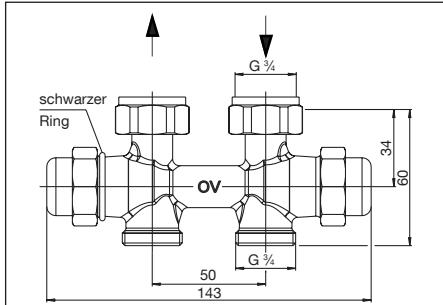
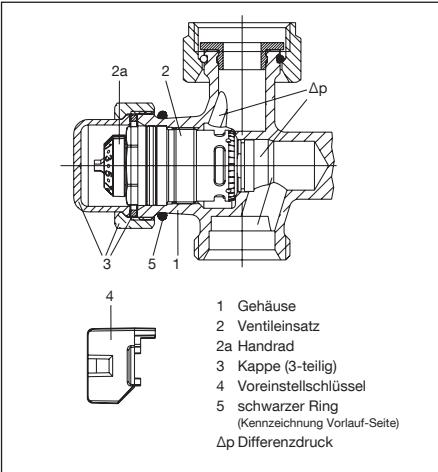
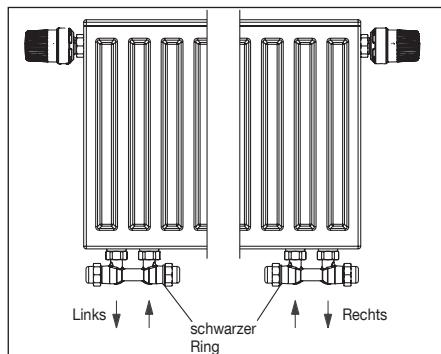

Abb. 3 Durchgang
Abb. 5 Aufbau Durchflussregler
Abb. 6 Zuordnung der Ausführung links / rechts
Mit angeschlossenem Messgerät wird der anstehende Differenzdruck am Ventilgehäuse gemessen. Hierzu muss zunächst die Kappe (Pos. 3, Abb. 5) abgeschraubt werden, dann der Ventileinsatz (Pos. 2, Abb. 5) mittels „Demo-Bloc“ herausgeschraubt und anschließend der Differenzdruck mit der Differenzdruckmessspindel gemessen werden. Sobald der gemessene Differenzdruck gleich oder größer als der Differenzdruck Δp min. (siehe 4.1) ist, steht ausreichend Differenzdruck für die automatische Durchflussregelung der Armatur zur Verfügung.
Der maximale Volumenstrom kann durch Voreinstellung mit dem Voreinstellschlüssel (Pos. 4, Abb. 5) eingestellt werden (siehe Punkt 6.2.1).
Die Verschraubung „Multiflex FQ“ muss in der vorgegebenen Durchflussrichtung durchströmt werden (siehe Abb. 3, 4 und 6). Die Position des Vor- und Rücklaufanschlusses ist unbedingt einzuhalten. Der Vorlauf muss an der Armaturenseite des Durchflussreglers, gekennzeichnet durch einen schwarzen Ring (Pos. 5, Abb. 5), angeschlossen werden. Bei der Eckform sind die Ausführungen links bzw. rechts erhältlich (Zuordnung s. Abb. 6).
2. Ventileinsatz „QA“ (Pos. 2, Abb. 5) und Absperrrein-satz „Combi LR“ auf der Gegenseite mit Schlüssel SW 19 aus dem Gehäuse herausschrauben.
4. Den schwarzen Ring (Pos. 5, Abb. 5) zur Kenn-zeichnung des Vorlaufanschlusses demontieren und auf der Gegenseite („QA“-Ventileinsatz) an-bringen.
Bei der Montage der Rohrleitungen auf parallele und spannungsfreie Zuführung achten. Die Position des Vor- und Rücklaufanschlusses ist unbedingt einzuhalten, da die Verschraubung in der vorgegebenen Durch-flussrichtung durchströmt werden muss. Die Seite der Armatur, an die die Vorlaufleitung angeschlossen wer-den muss ist durch einen schwarzen Ring gekenn-zeichnet (Pos. 5, Abb. 5).
Zunächst die Kappe der Vorlaufseite (Kennzeichnung schwarzer Ring, Pos. 5, Abb. 5) entfernen.
Die Voreinstellung entsprechend dem gewünschten Wert mit dem Voreinstellschlüssel (Pos. 4, Abb. 5) einstellen. Die Einstellung kann nur mit dem beiliegenden Voreinstellschlüssel durch Aufsetzen auf das Handrad (Pos. 2a, Abb. 5) erfolgen. Dies schützt vor einer Manipulation durch Unbefugte.
1. Kappe der Vorlaufseite (Kennzeichnung schwarzer Ring, Pos. 5, Abb. 5) entfernen.
Der Ventileinsatz (Pos. 2, Abb. 5) ist ohne Entleeren der Anlage mittels „Demo-Bloc“ aus dem Gehäuse (Pos. 1, Abb. 5) zu schrauben.